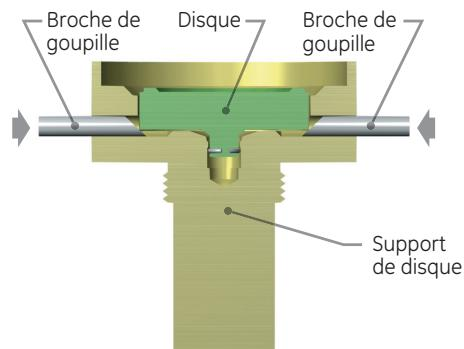

Figure 16 : Désinstaller le disque avec des anneaux d'assemblage
- Commencer à insérer des broches d'assemblage spéciales dans les trous du porte-disque (Figure 16) avec la partie effilée des mandrins contre la partie supérieure du disque, comme indiqué.